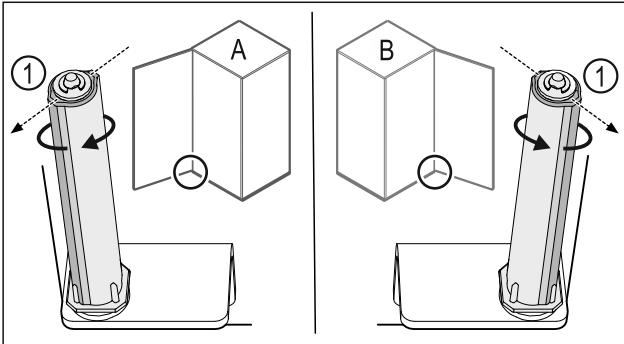

Fig. 48 Linksanschlag (A) / Rechtsanschlag (B)
- Schließsystem gegen den Widerstand drehen, bis der Steg des Schließsystems Fig. 48 (1) nach außen zeigt.